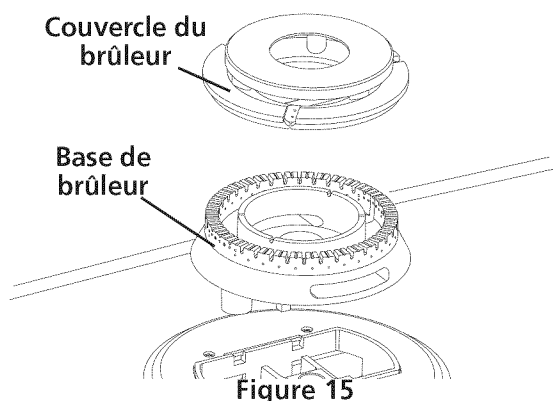

Figure 15
**C. Brûleur triple (si présent):** Enlevez les rubans adhésifs. Enlevez le couvercle et la base du brûleur. Retirez et jetez le matériel d'emballage. Replacez la base et le couvercle du brûleur triple. **Attention de ne pas endommager les électrodes lorsque vous placez la base du brûleur sur l'ouverture de gaz.** Assurez-vous que l'électrode est correctement insérée dans l'ouverture prévue à cette fin sur la base du brûleur (Figure 15).